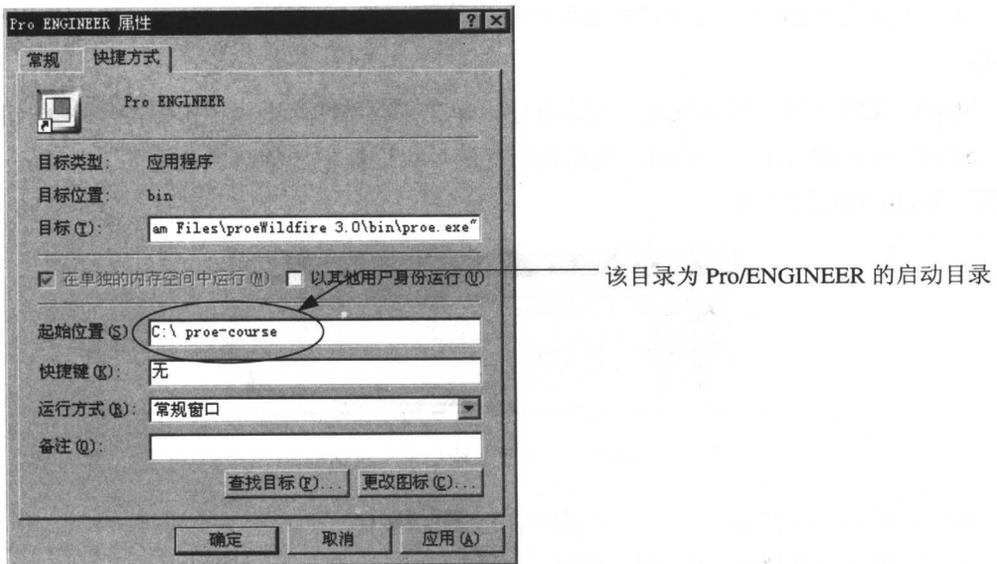

图 1.3.1 “Pro ENGINEER 属性”对话框
Step2. 此时桌面上弹出如图 1.3.1 所示“Pro ENGINEER 属性”对话框, 单击该对话框的 **快捷方式** 标签, 然后在 **起始位置(S):** 文本栏中输入 C:\proe-course, 并单击 **确定** 按钮。